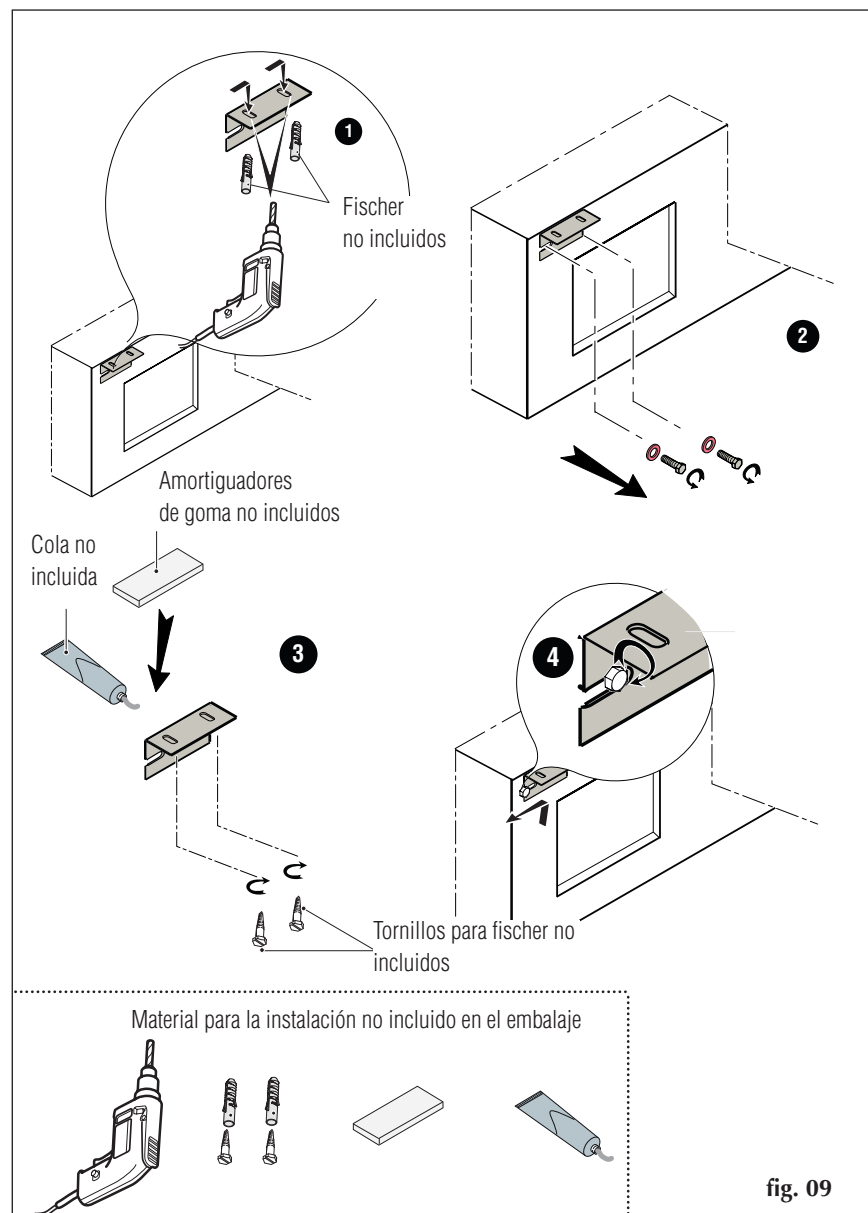

fig. 09
- perfore la pared en los puntos indicados en la fig. 09 (punto 1);